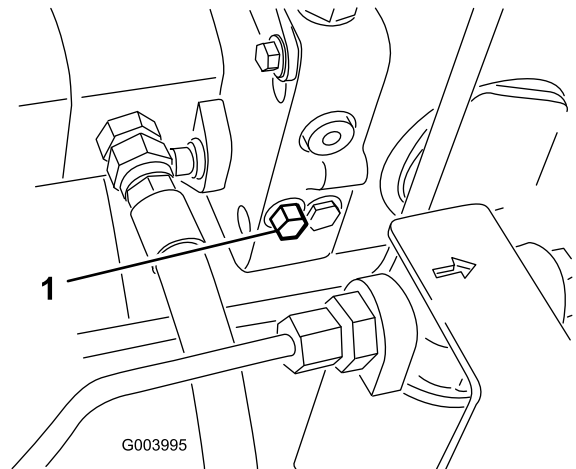

Figura 68
1. Fate ruotare di un giro e mezzo il bullone della valvola di bypass per aprire e lasciare bypassare l'olio all'interno (Figura 68).